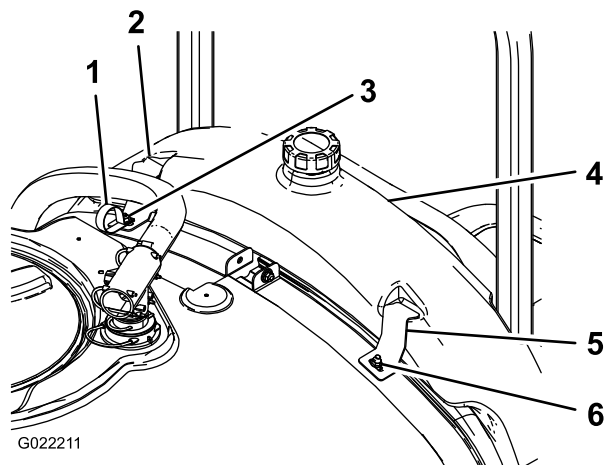

図2
2. すすぎタンクを取り付ける図2。
3. 大きいワッシャ2枚とフランジナット2個を使って、すすぎタンクブラケットとRクランプを、先ほど取り付けけたキャリッジボルトに取り付ける 図 2。